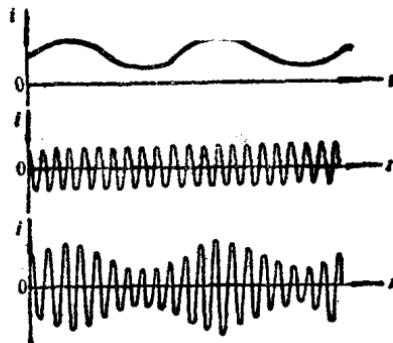

图 1-2 调幅波
1. 调幅 调幅就是使高频振荡电流的振幅随调制信号而改变。图 1-2 是调幅过程示意图。